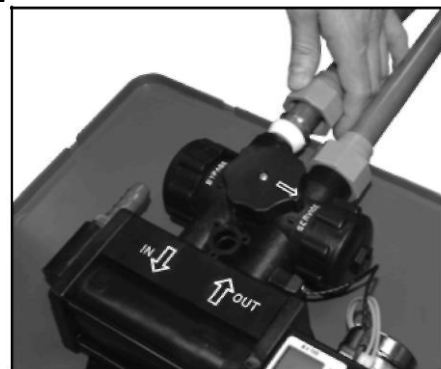

Рисунок 3: Подсоедините водопроводные линии
Технические условия на умягчитель, как и большинство норм и правил эксплуатации водопроводно-канализационных систем, предполагают использование на месте установки умягчителя воды перепускного крана (см. рисунок 3). Перепускной кран упрощает установку и обслуживание умягчителя. Он также, в случае демонтажа умягчителя, обеспечит подачу к потребителю не умягченной воды. Рекомендуется открывать перепускной кран при проведении работ по обслуживанию скважины, водопровода или насоса с последующим сливом первых порций загрязненной воды до запуска умягчителя.
- Г. Подсоедините водопроводные линии к устройству в соответствии с государственными и местными строительными, сантехническими и электрическими правилами. (См. Рисунок 3.)